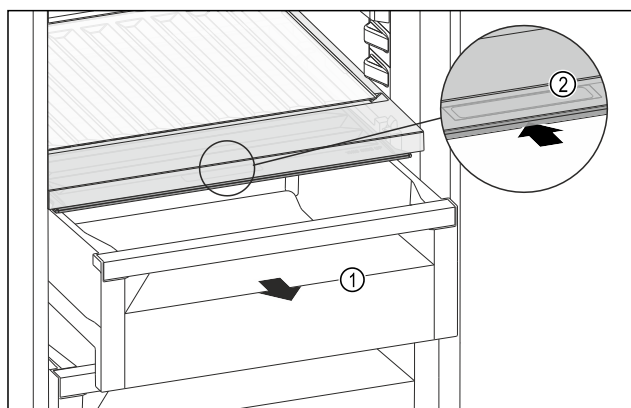

Fig. 211
- Retirer le tiroir Fig. 211 (1).
- Saisir la poignée encastrée Fig. 211 (2) du couvercle du compartiment et pousser le couvercle du compartiment vers l'arrière.